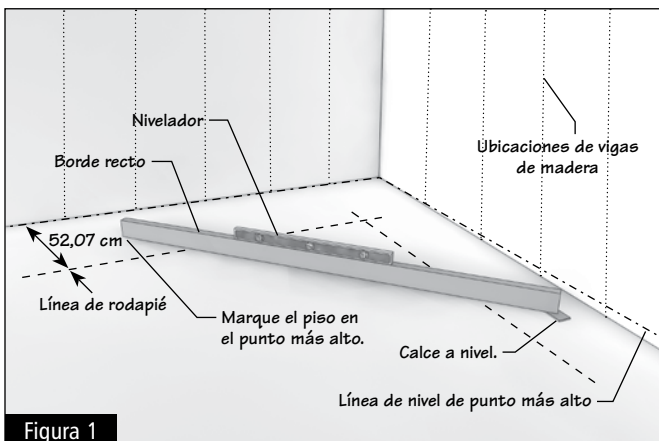

Figura 1
- 1.1** Primero, debe marcar el punto más alto del piso. Para ello, debe colocar el nivelador en la base de la pared y marcar la pared hasta que encuentre el punto más alto del piso. Marque este punto. (Figura 1)